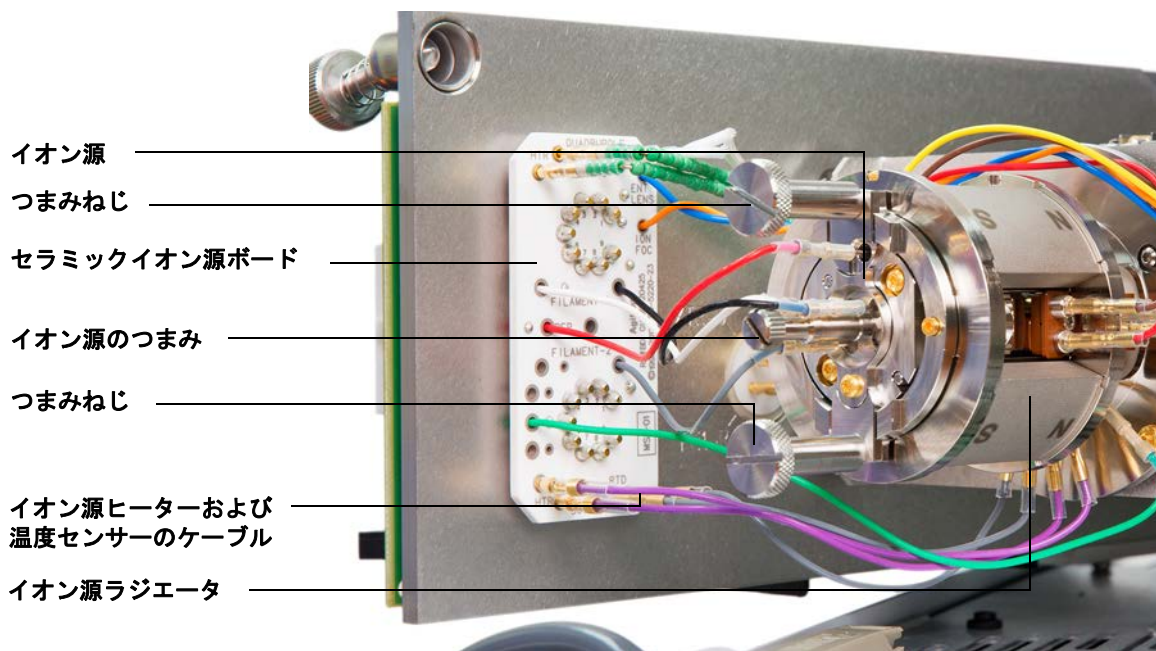

図 35 HES MSD のアナライザ
- 3 イオン源を所定の位置に固定する 2 つの大きなつまみねじを外します。(130 ページの図 35 を参照してください。)
- 4 EI HES から出ているケーブルを外します。(130 ページの図 35 を参照してください。) ケーブルを必要以上に曲げないでください。(131 ページの「EI HES への配線を接続する / 外す」を参照してください。)